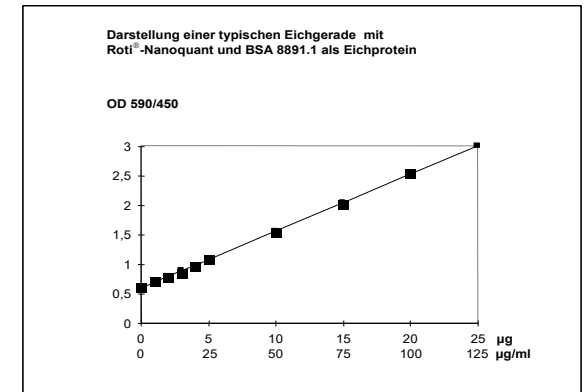

Abb. 3 (Küvettentest)
6. Tragen Sie den Quotient OD_{590}/OD_{450} gegen die eingesetzte Proteinmenge auf (siehe Abb.3). Die Proteinmenge in Ihrer Probe können Sie anhand der Eichgerade ablesen.